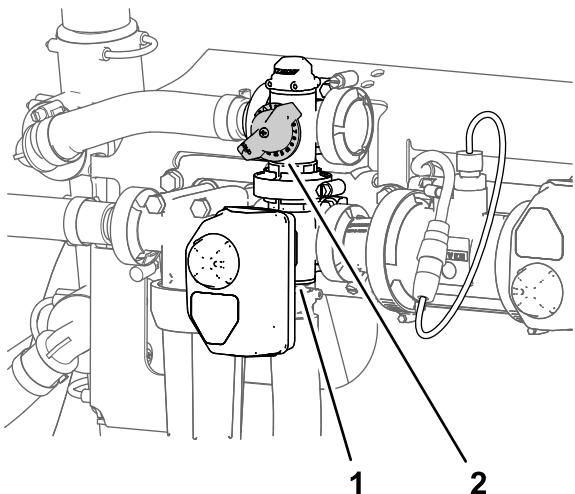

图 41
10. 调整搅拌阀背面的搅拌旁通阀 **图 41** 直至压力表上打药机系统压力读数为 6.89bar。